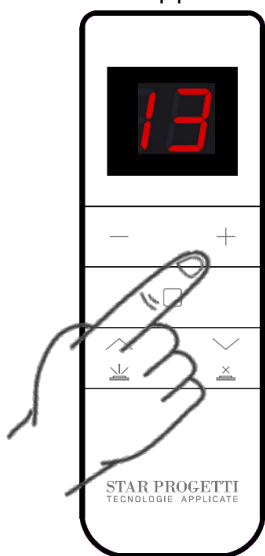

Рис. 3
- при помощи кнопок «+» и «-» выберите канал 13 (рис. 3), а затем сразу нажмите кнопку, как показано на рис. 4